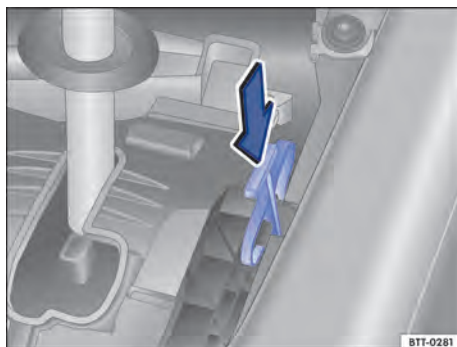

Fig. 216 Embaixo da cobertura do quadro da alavanca cobertura: destravamento de emergência do bloqueio da alavanca seletora.
- Pressionar a alavanca de destravamento $\Rightarrow$ Fig. 216 no sentido da seta e manter nesta posição.